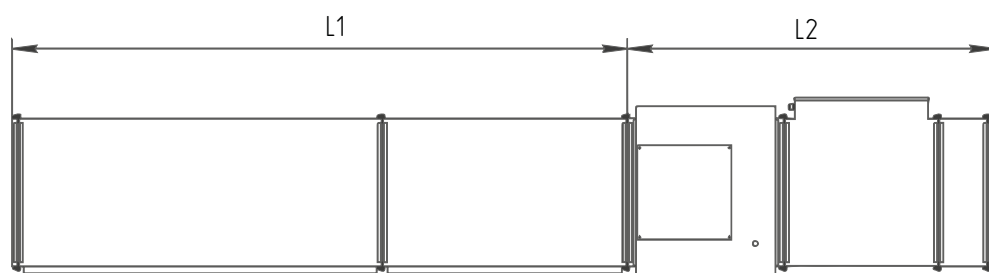

Рис. 2:
- **Длина/ширина щелевых секций (см. рис. 2) воздушной завесы** должна быть равна или превышать ширину дверного проема, чтобы препятствовать проникновению холодного воздуха. Полезная длина воздушных завес — от 2 до 5 м. Если сторона проема, на которой устанавливают завесу, больше 5 метров, то следует устанавливать несколько агрегатов вплотную друг к другу